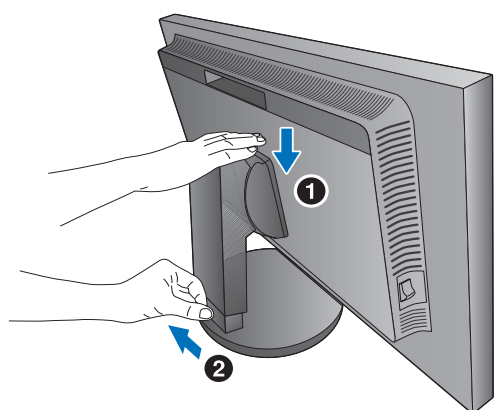

Figura B.1
3. La regolazione dell'altezza è bloccata tramite un interruttore di blocco. Appoggiare una mano sulla parte superiore del supporto per spingere lo schermo fino alla posizione più in basso. Scorrere l'interruttore di blocco per sbloccare il supporto e sollevare lo schermo del monitor (**Figura B.1**).